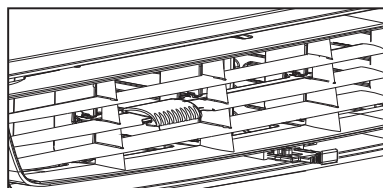

Figure 2 (AIR FRAIS)
2. Faire entrer de l'air à l'intérieur de la pièce – air frais (voir Fig. 2)